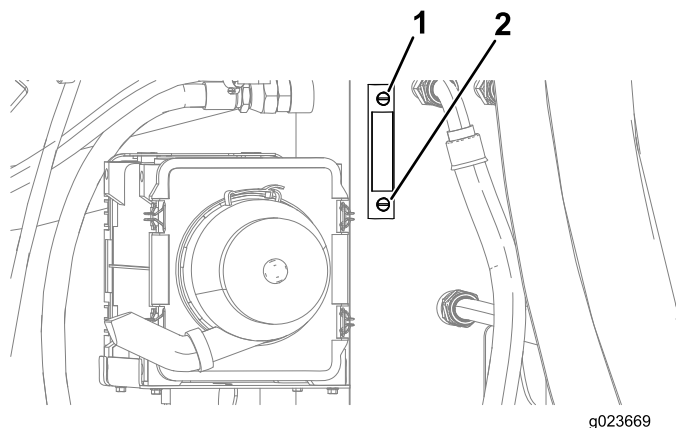
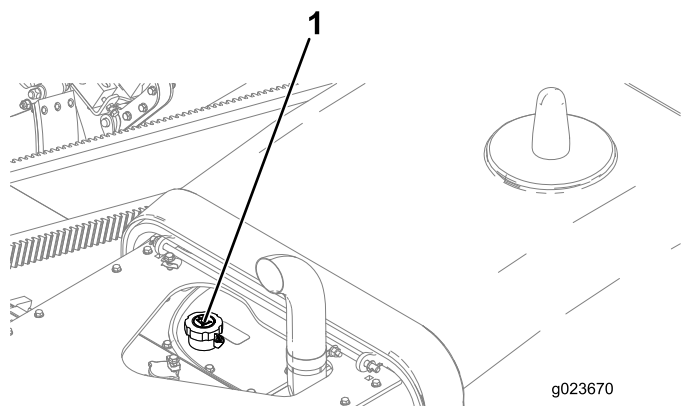

Рисунок 116
Рисунок 117
4. Посмотрите на визуальный указатель в баке гидравлической жидкости и проверьте ее уровень (Рисунок 116).
5. Если уровень низкий, откройте крышку гидравлического бака Рисунок 117, добавьте небольшое количество масла и подождите в течение 2 минут, пока уровень масла в визуальном указателе не стабилизируется (Рисунок 116).